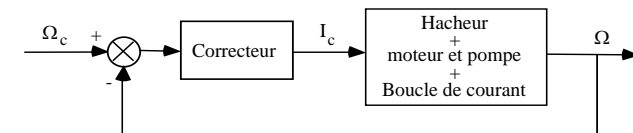

Figure 4
8) Pour réaliser la synthèse de l'asservissement de vitesse représenté schématiquement sur la figure 4, quelle hypothèse simplificatrice peut-on employer ?